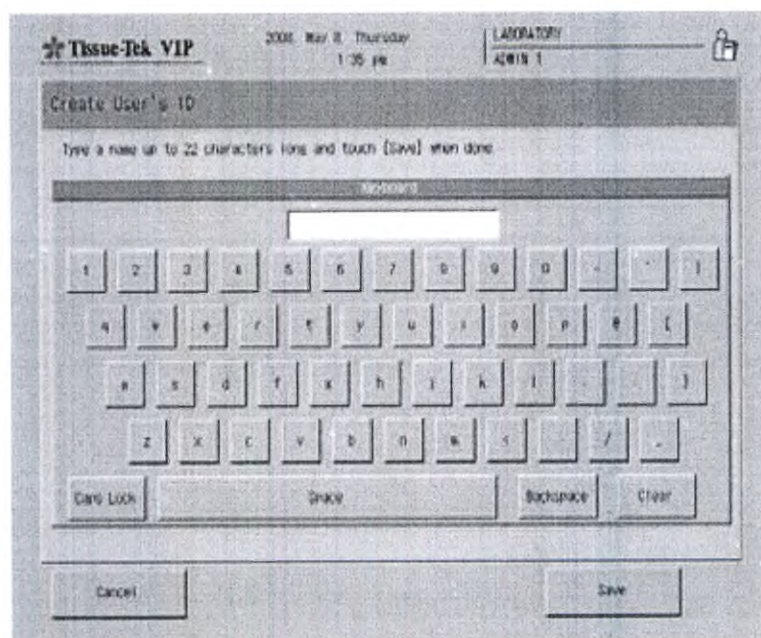

Рис. 40 Создание/редактирование имени пользователя
- Появится экран «Create User's ID» (Создать имя пользователя) (Рис. 40).